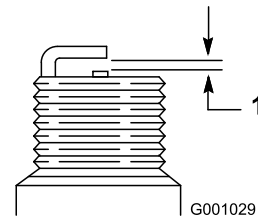

Figure 46
7. Réglez l'écartement des électrodes de la nouvelle bougie à 0,76 mm (Figure 46).